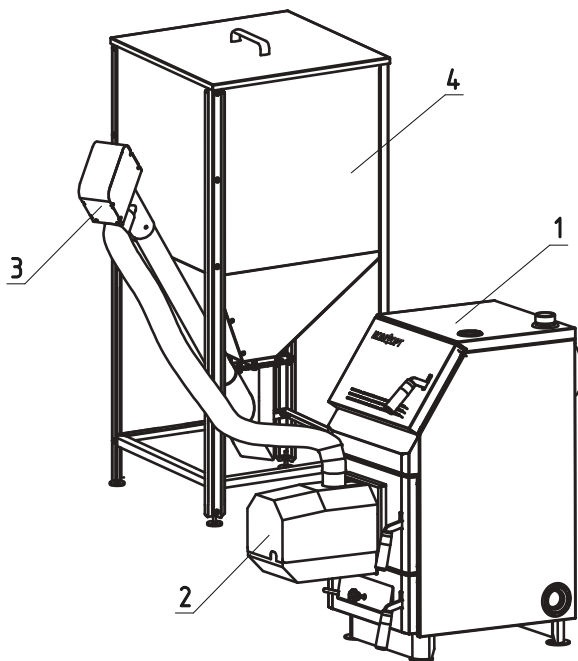

Рис.2 Установка пеллетной горелки на отопительный котел
5.6 В случае использования в качестве топлива для котла пеллет, на котел устанавливается пеллетная горелка ECO-PALNIK (см. Рисунок 2).